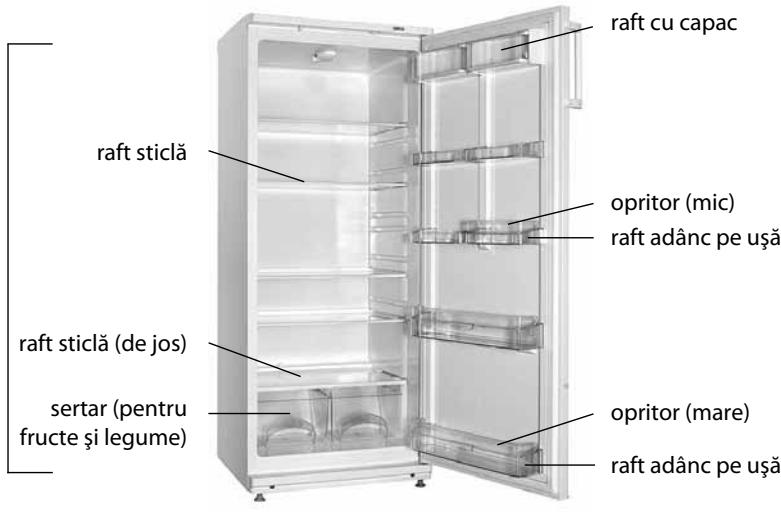

Figura 1 – Frigider și piese componente
1.1 Frigiderul este destinat pentru răcirea produselor alimentare, păstrarea produselor alimentare în stare răcită în camera frigorifică în conformitate cu figura 1.